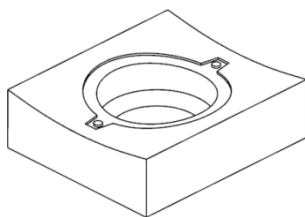
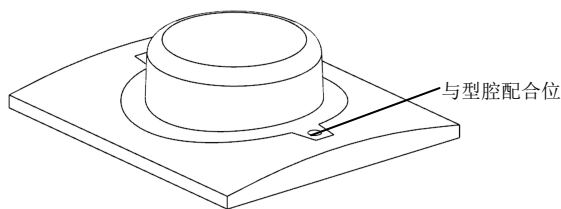

图 2-10 创建型腔零件
图 2-11 创建型芯零件
(23) 单击“确定”按钮，创建型腔零件，如图 2-10 所示；再单击“确定”按钮，创建型芯零件。在型芯上与型腔相配合的曲面用其他颜色显示，如图 2-11 所示。